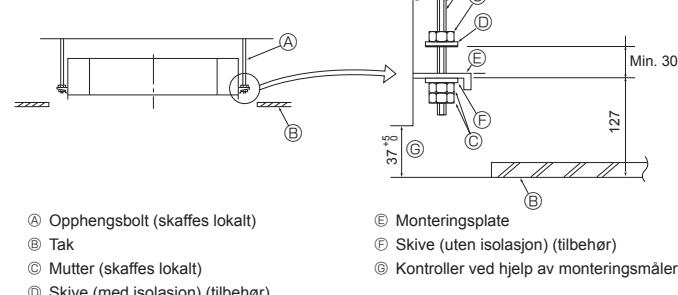

Fig. 4-5
4.5. Enhetsopphangsprosedyrer (Fig. 4-5)